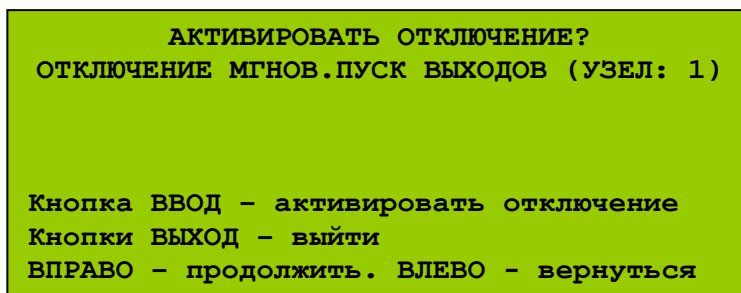

Рис. 75 (Меню состояния мгновенной реакции выходов)
- 2) В меню УД2 выбрать опцию «Отключения» \ «Отключить мгновенный пуск выходов». Откроется меню состояния мгновенной реакции выходов (Рис. 75).